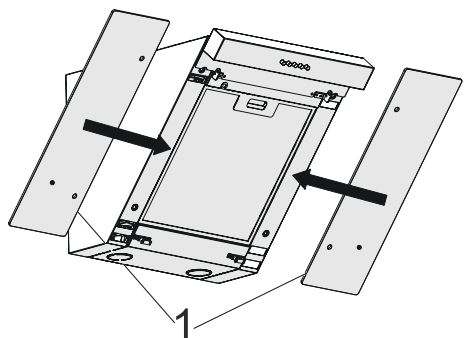

Fig. 9
3. ➤ Skub glassene på plads i pilens retning (Fig. 9)